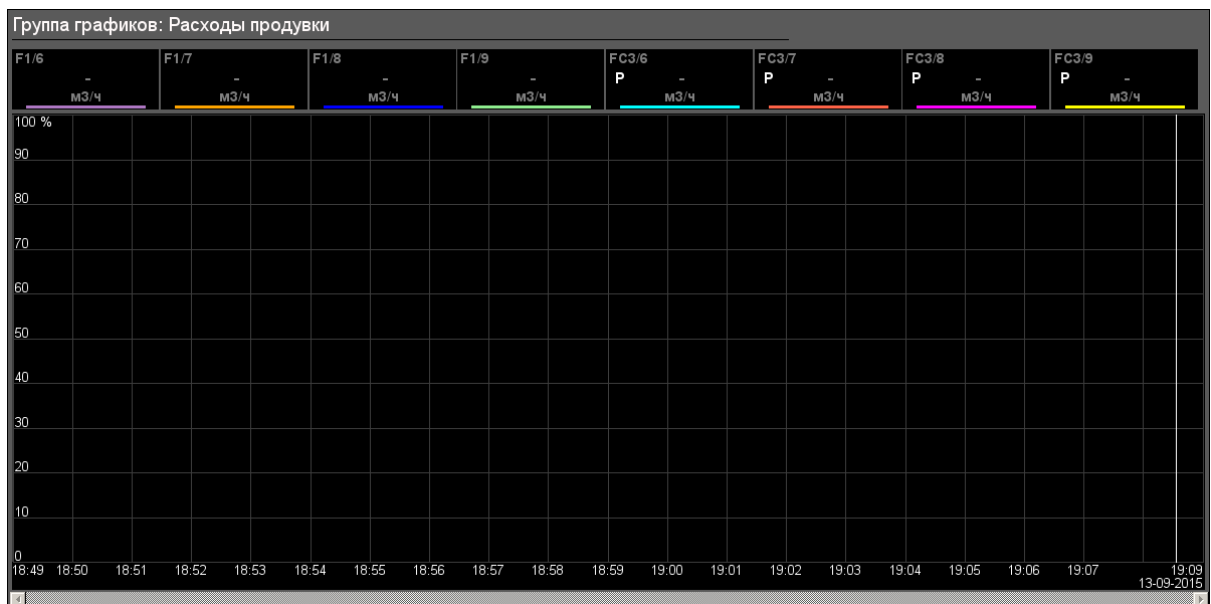
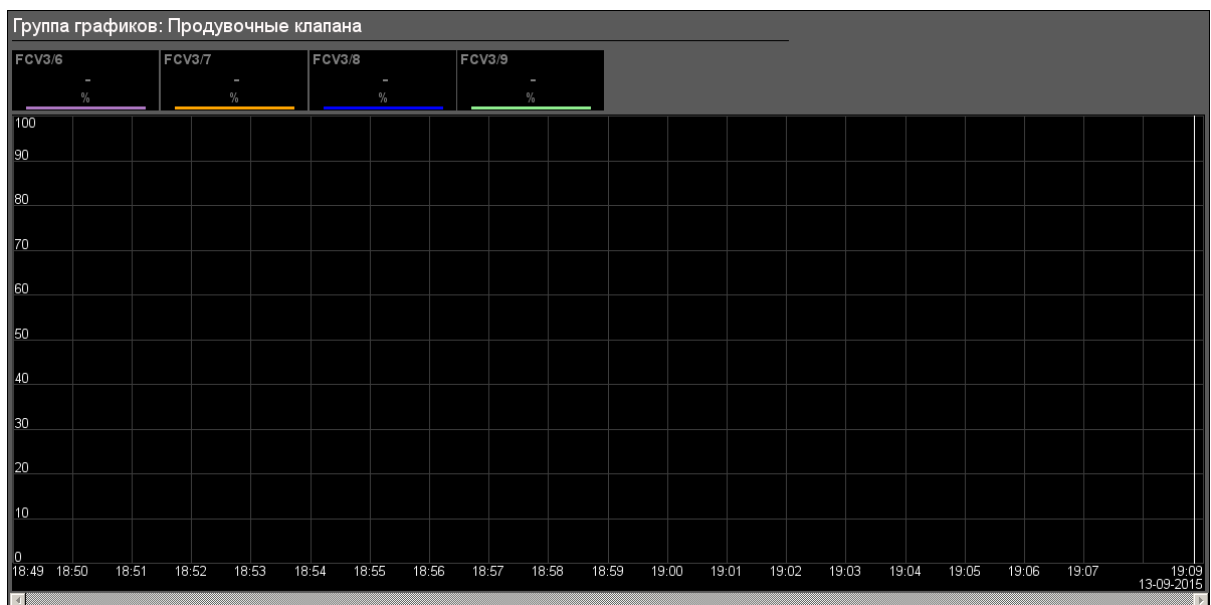

Рис. 16: Фрагмент видеокadra группы графиков «Расходы продувки»
Рис. 17: Фрагмент видеокadra группы графиков «Продувочные клапана»
- **Непр. продувка:** «Расходы продувки» (рис.16), «Продувочные клапана» (рис.17)